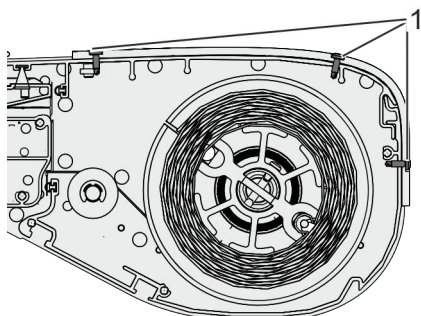

Abb. 34: Windsicherungsbügel montieren
2. ➔ Windsicherungsbügel mit den drei Bohrschrauben Pias TX A2 ST 3,9×13 (Abb. 34/1) festschrauben.